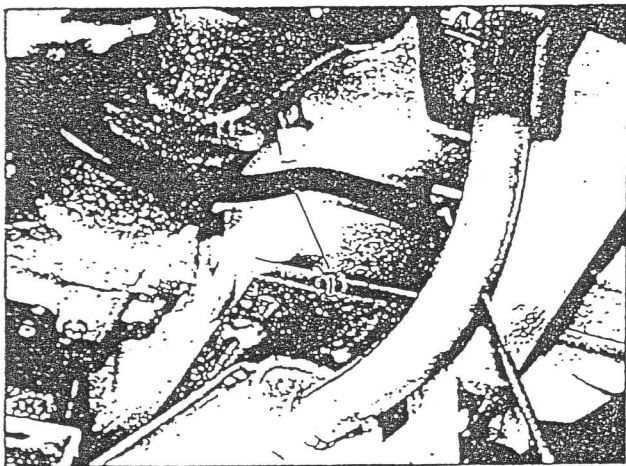

Fig. 13-2-4
13) Desmonte el tubo (1) Indicado en la Fig. 13-2-4.